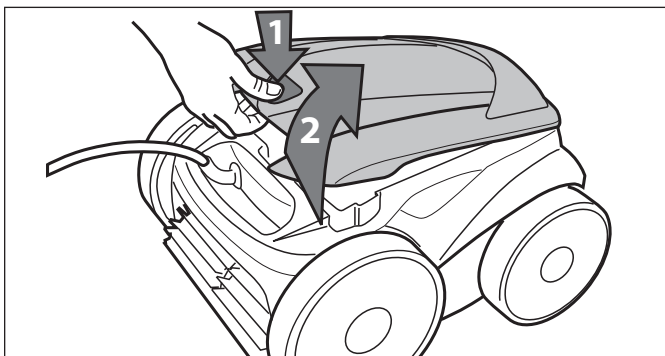

Figura 20. Levante la tapa del limpiador
5. Pulse el bloqueo de la tapa (1) y levante la tapa (2) hasta que quede fija en posición vertical (Figura 20).